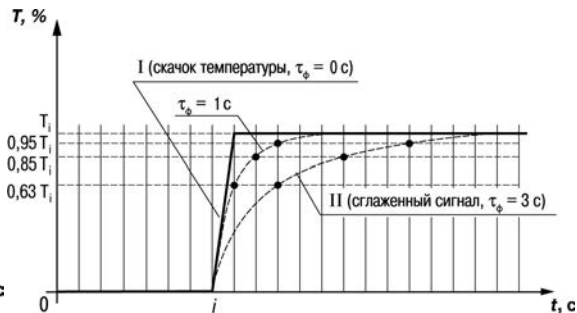

Рисунок 3.4
3.2.4.3 Во-вторых, фильтр устраняет шумовые составляющие сигнала, осуществляя его экспоненциальное сглаживание. Основной характеристикой экспоненциального фильтра является постоянная времени τ_ϕ – интервал, в течение которого сигнал достигает 0,63 от значения каждого измерения T_i (рисунок 3.4).